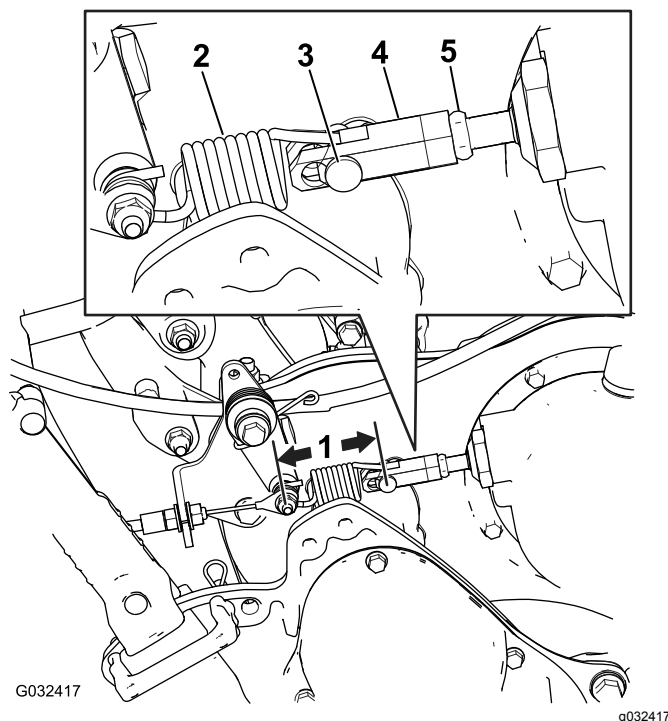

Figura 48
2. Meça a distância do pino de segurança em qualquer extremidade da mola de controlo de tração (Figura 48); se não estiver entre 7,3 e 7.6 cm, ajuste a embraiagem de acordo com os passos abaixo.
- B. Desaperte a porca de bloqueio no tensor e retire o passador de forquilha, desligando a mola do tensor (Figura 48).
- F. Meça a distância do pino de segurança em qualquer extremidade da mola de controlo de tração (Figura 48); repita os passos A a F até que fique entre 7,3 e 7,6 cm.